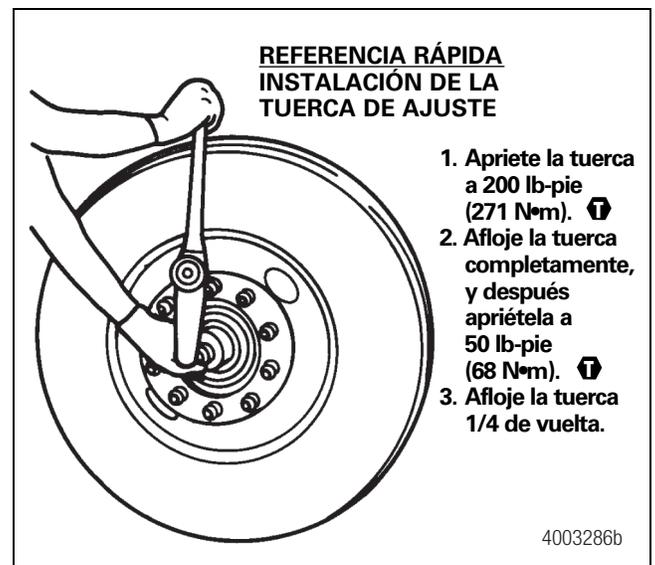

Figura 10.5
1. Instale la tuerca de ajuste de modo que el pasador de la tuerca apunte en dirección opuesta al equipo del extremo de rueda. Apriete la tuerca a 200 lb-pie (271 N•m) mientras gira el extremo de rueda en ambas direcciones. Figura 10.5. ⚠